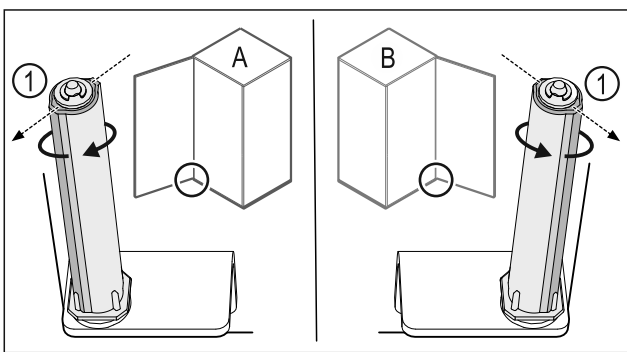

Fig. 33 Atidarymas į kairę (A) / atidarymas į dešinę (B)
- Sukite uždarymo sistemą, įveikdami pasipriešinimą, kol uždarymo sistemos pertvara Fig. 33 (1) bus nukreipta į išorę.